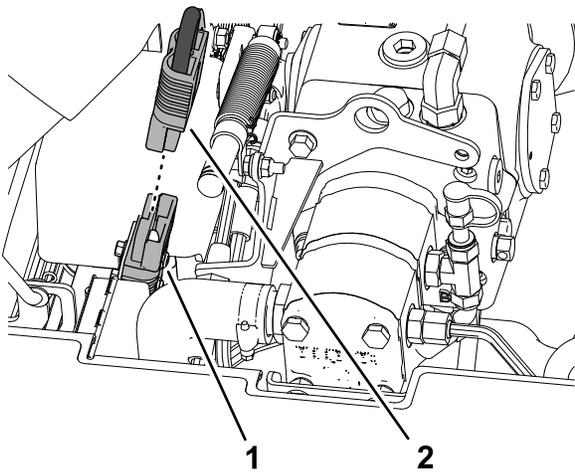

Figura 33
1. Aplique massa dielétrica nas superfícies de contacto do jumper de desligação da bateria (Figura 33).